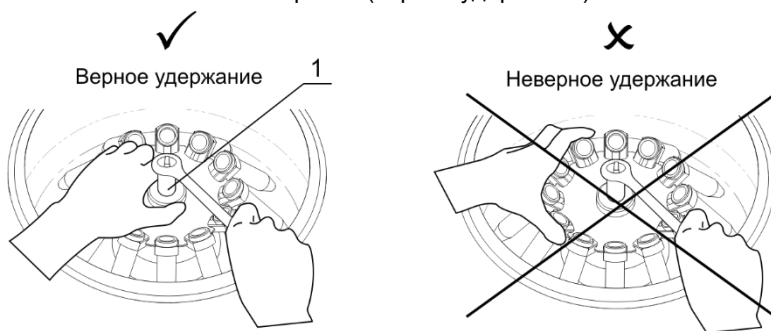

Рис. 2. Крепление ротора
- Удерживая ротор одной рукой, с помощью прилагаемого ключа для замены ротора (13 мм) открутите гайку фиксации ротора (рис. 2/1), повернув ее против часовой стрелки.
**Внимание!** Не допускается удерживать ротор за кольца или адаптеры при монтаже ротора. Удерживайте ротор согласно рис. 2 (верное удержание).